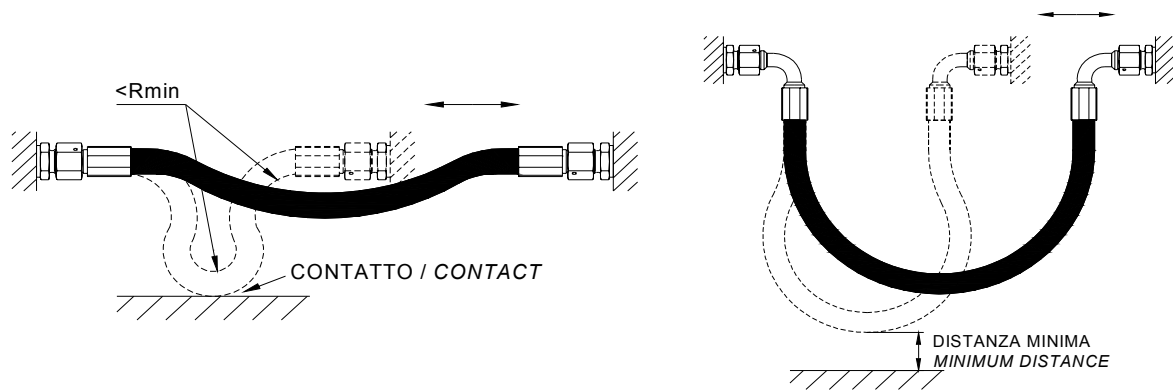

Fig.7 Montaggio errato
7. Per applicazioni con parti in movimento la lunghezza del tubo flessibile dev'essere calcolata in modo che, all'interno del campo di movimento, venga mantenuto il raggio di curvatura minimo consentito e che il tubo non subisca sollecitazioni di trazione (Fig.7).
When in the system are involved moving elements, the hose length must be calculated so that within the moving range it is maintained the min bending radius and the hose does not bear traction stress (Fig. 7).